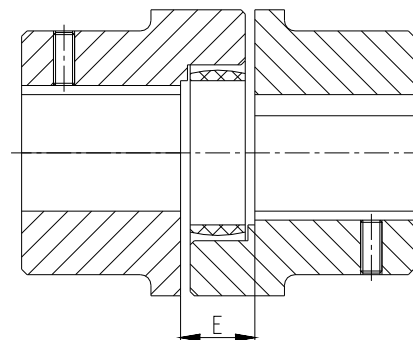

Figura 6: Montaje del acoplamiento
- Desplace los grupos en dirección axial, hasta haber alcanzado la medida E (véase figura 6).